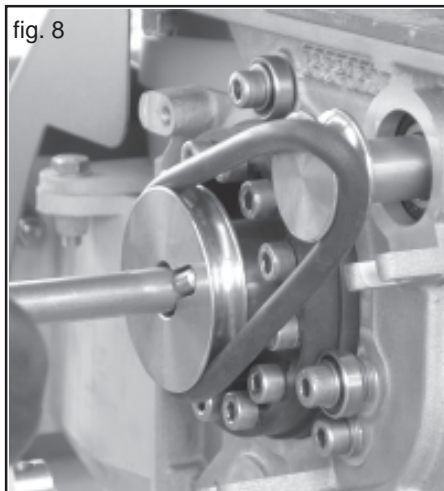

fig. 8
- Per disattivare l'agitatore, sollevare la cinghia tonda sopra il bordo della puleggia motrice (Fig. 8). Dal lato opposto, girare il rullo dosatore nella normale direzione di lavoro.